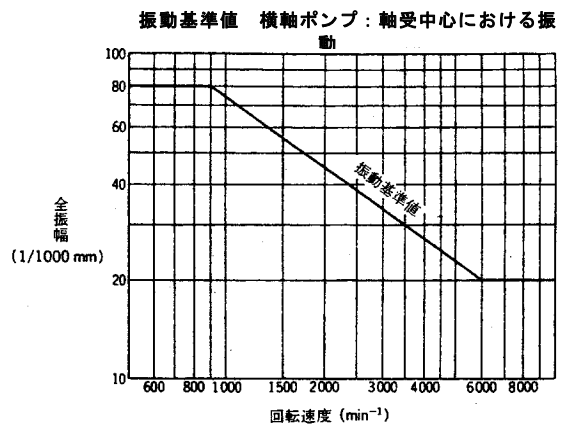

図 3
- (2) 軸受許容温度は室温+40℃以下かつ 80℃以下です。
- (3) 軸封のメカニカルシールは正常ならばほとんど水漏れはありませんが、水漏れが多くなった場合は交換してください。
- (4) ポンプが正常で据付、配管工事が正しく施工されている場合の振動の基準値を図3に示します。振動が大きい場合は配管の無理などが原因ですので点検してください。
- (5) 機器の取り付けボルト、電気配線の端子ビスにゆるみがないかどうかご確認ください。
- (6) 電動機の絶縁抵抗を1ヶ月に1回測定してください。絶縁抵抗値が5MΩ以上あれば運転に支障ありませんが、5MΩ以上あっても急に低下し始めている場合は異常と考えられますので修理が必要です。